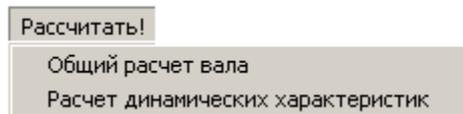

Рисунок 2.46 Всплывающее меню **Рассчитать**
**Задание 23.** Выполните общий расчет вала (рисунок 2.46)